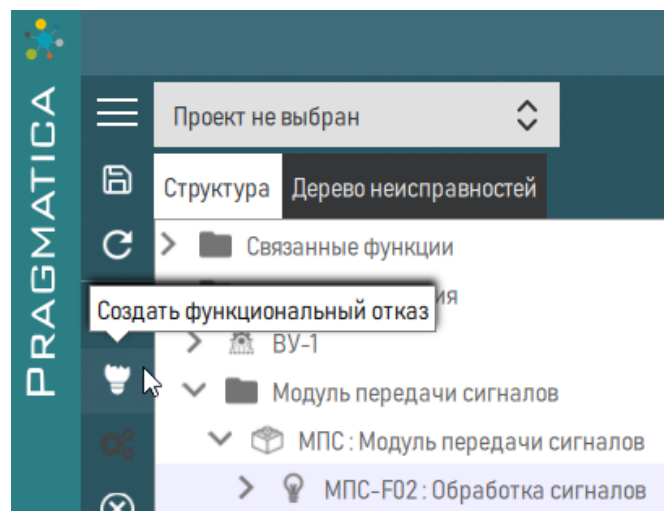

Рисунок 225 – Создание функционального отказа
4) Создать вид возможного отказа для функции. Для этого выбрать функцию и нажать кнопку  «Создать функциональный отказ», расположенную слева на панели (рисунок 225).